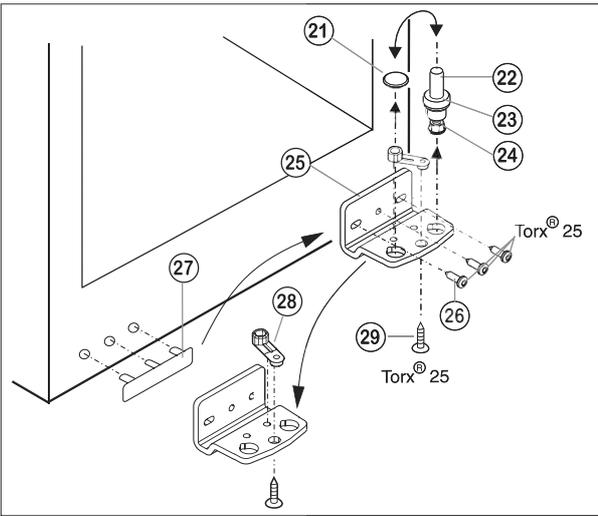

Fig.3
- Извлеките опорный винт Fig. 3 (22) в комплекте с шайбой Fig. 3 (23) и регулируемой опорой Fig. 3 (24), вытягивая его вверх.
- Снимите пробку Fig. 3 (21).
- Открутите Fig. 3 (26) опорный кронштейн Fig. 3 (25).
- Открутите Fig. 3 (29) опорную деталь Fig. 3 (28) и, переставив в отверстие на противоположной стороне опорного кронштейна, снова прикрутите.
- Осторожно снимите и переставьте на противоположную сторону крышку со стороны ручки Fig. 3 (27).
- Снова прикрутите опорный кронштейн Fig. 3 (25) на новой стороне шарнира (с моментом 4 Нм). При необходимости используйте аккумуляторный шурупверт.
- Переставьте пробку Fig. 3 (21) в свободное отверстие.
- вновь установите опорный винт Fig. 3 (22) в комплекте с шайбой и регулируемой опорой. При этом фиксатор должен быть направлен назад.